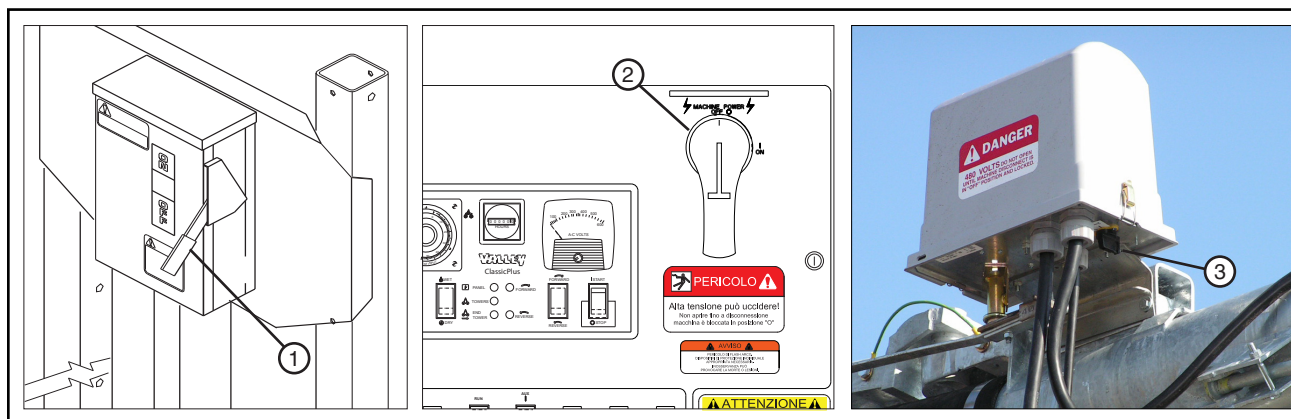

Figura 29-1 1. Sezionatore principale della rete di alimentazione
- Sezionatore principale dalla rete di alimentazione al quadro di comando. Vedi Figura 29-1.
- Sezionatore principale del quadro di comando. Vedi Figura 29-1.
- Sezionatore della cassetta di qualunque torre. Vedi Figura 29-1.